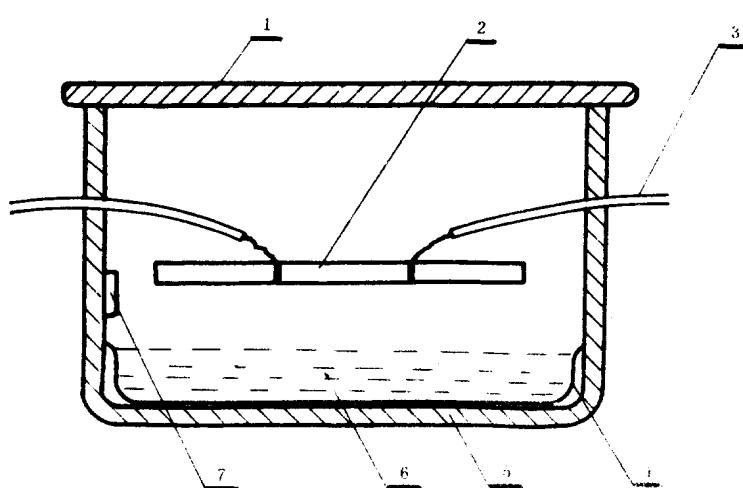

图 1 表面电阻试验箱示意图
3.1.1 试验箱如图 1 所示，应为透明的玻璃或有机玻璃器皿。箱盖与箱体必须很好地密闭，箱体的尺寸应能保证试样不与箱体的任何一面相碰。